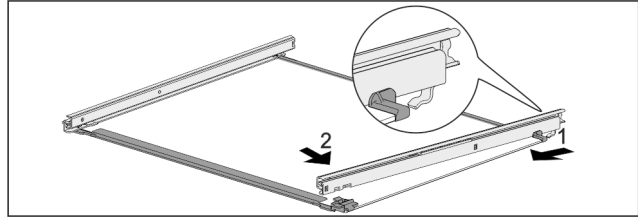

Fig. 123 Raylar bulunan cam plaka
- Rayı arkadan kancaya geçirin. Fig. 123 (1)
- Rayı önde yerine oturtun. Fig. 123 (2)